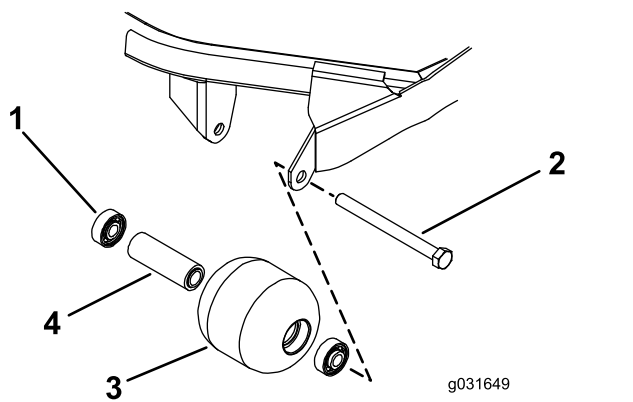

図 72
1. ローラ取り付けボルトを外す 図 72。
- ローラハウジング、ベアリング、ベアリングスペーサに破損がないか点検する 図 72。
1. アウターレースのみを押すか、インナーレースとアウターレースを均等に押すかして、最初のベアリングをローラハウジングに押し込む 図 72。
2. スペーサを入れる 図 72。
3. アウターレースのみを押すか、インナーレースとアウターレースを均等に押すかして、第二のベアリングをローラハウジングに押し込んでスペーサと接触させる 図 72。